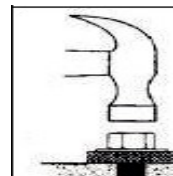

图 18
- 用轻锤将地脚螺栓装入孔内（不用装入地脚螺栓中心胀钉，待水平调节完毕再 装入）图 18